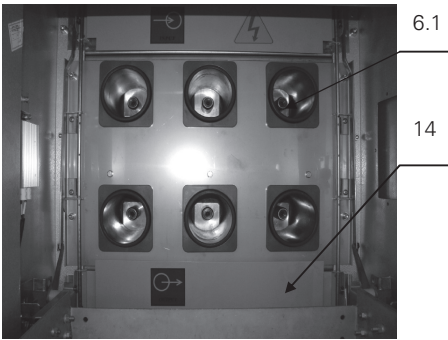
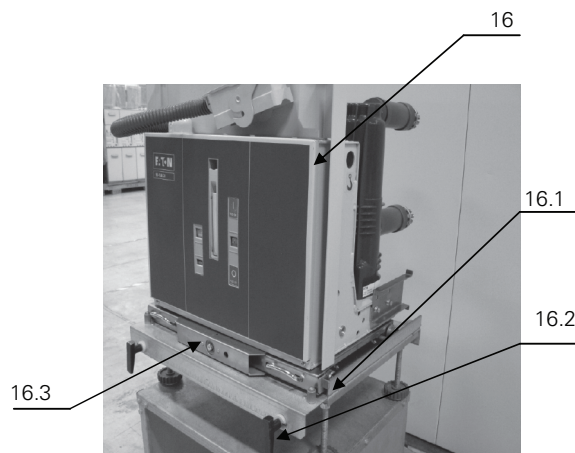
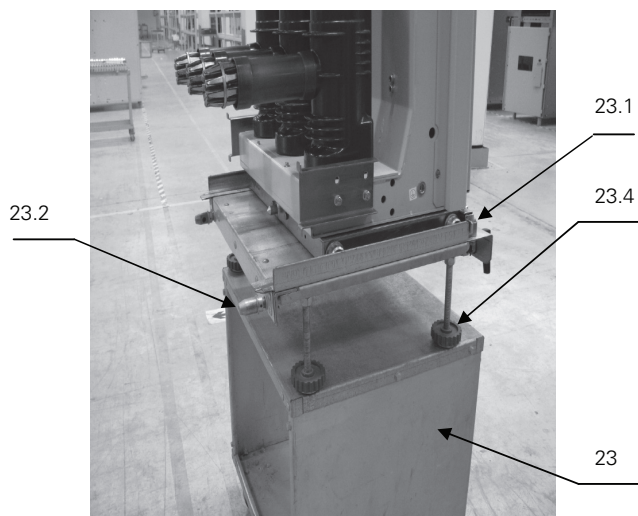

图2 断路器隔室内，上下活门开
图10 断路器手车锁定在转运车上
图12 转运小车
断路器隔室装有特定的导轨,供手车实现在柜内隔离/试验位置和工作位置间的运动和相关联锁。其后壁上安装有遮盖一次静触头6.1用的隔板14(活门),在手车从隔离/试验位置移动至工作位置的过程中,上、下活门14通过机械联动被自动打开,见图2;
- 断路器手车准备由柜外推入柜体前，应认真检查断路器是否完好，有无漏装部件，有无工具等杂物遗留在手车机构箱或开关柜内。确认无问题后将手车 16 装在转运车23上并锁定好(此时，手车两侧的锁舌16.1插入转运车定位槽23.1中)，见图10及图12。
- 将转运车前部定位销23.2插入柜体相应的圆形定位孔1.7中，并将转运车与柜体锁定好，见图2、图10及图12(见下页)。